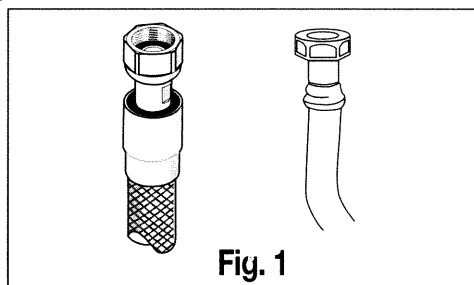

Fig. 1
- soit par tuyau flexible avec embouts mécaniques filetés (fig. 1).